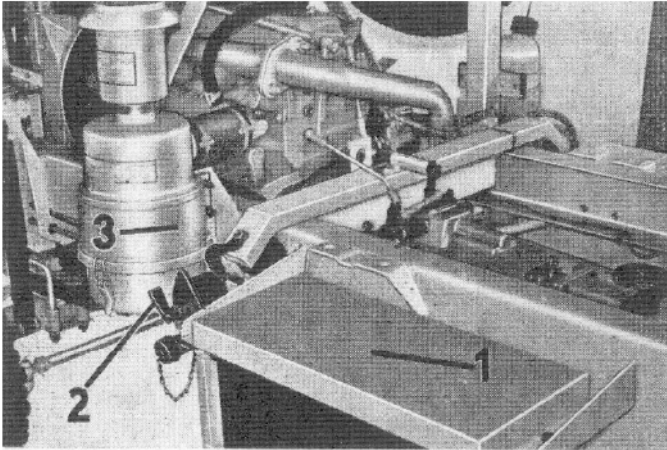

Bild 20.
2. Starterbatterie auf guten Anschluss überprüfen, Säurestand kontrollieren und bei Bedarf destilliertes Wasser nachfüllen (die Säure soll etwa 10 mm über den Platten stehen). Zu diesen Arbeiten wird die Batterieabdeckung (Bild 20/1) abgenommen und nach der Überprüfung wieder befestigt.
1. Batterie Hauptschalter (Bild 20/2) einschalten.